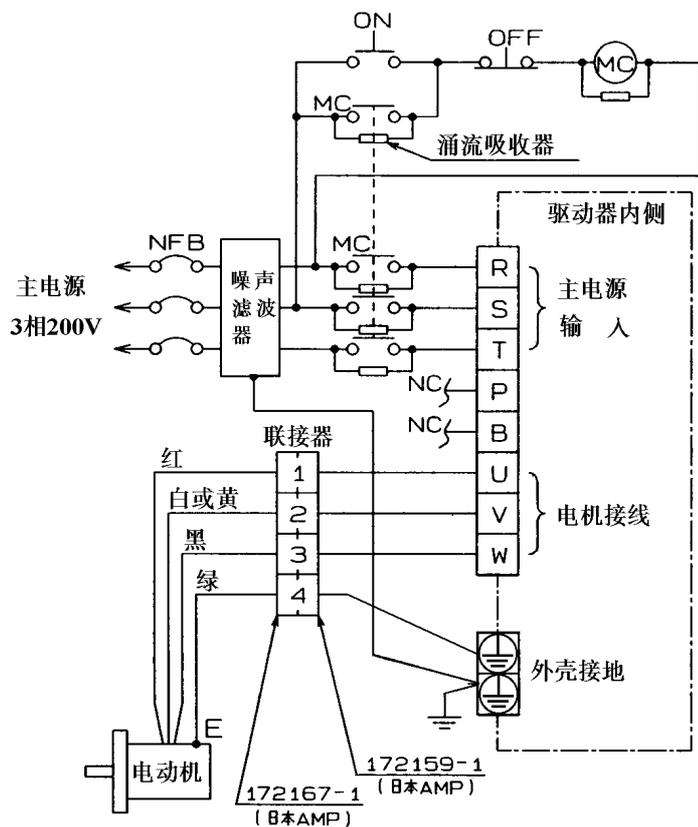

图 5-1 端子板接线图例
- (6) 请按 5-1-1 节图 5-1 所示在驱动器进线侧使用非熔断型断路器 (NFB)。
- (1) 请按图 5-1 接线。
- (2) 参阅 5-2 “选择接线器材”来确定接线方法及所有器材。
- (3) 不许将电源接线端(R、S、T)同电动机接线端(U、V、W)接错。
- (4) 电动机接线端不许同地短路也不许相互短路。
- (5) 端子 P、B 间不接任何东西，并注意通电时有较高电压。
- (6) 注意不能用调换三相端子的方法来使伺服电机反转，这一点与普通异步电机是完全不同的，注意 U、V、W 的接线应同电动机的出线颜色相配。(即驱动器上 U、V、W、E 端子与电机上联接器的 1、2、3、4 号端子必须按次序一一对应联接。)
- (7) 端子上各端子请用冷轧接头压接连接，接头的裸露部分应用热缩套管绝缘。
- (8) 将驱动器、电机及滤波器接地端连在一起，注意应按“一点接地”原则接地。
- (9) 接线后，请盖上端子板的盖板。
- (10) 将涌流吸收电路接在磁接触器、继电器触头或线圈或电动机制动绕组之间，以防止这些器件对驱动器产生干扰。
- (11) 请安装非熔断型断路器使驱动器故障能及时切断外部电源。